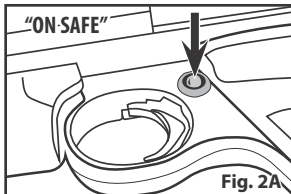

Fig. 2A
- Poussez la sûreté à partir de la gauche et vers la droite (Fig. 2A) pour ENCLenchER la sûreté jusqu'à ce que vous entendiez un clic distinct.